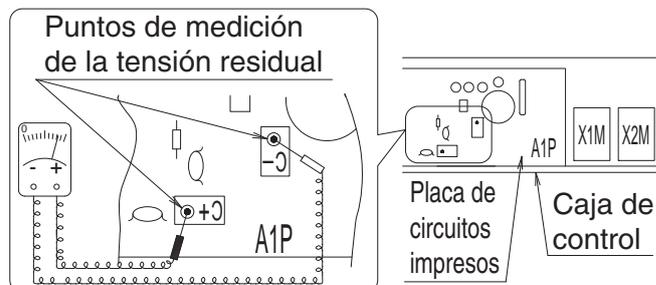

Fig. 1
- Tras abrir la tapa de la caja de control, mida la tensión residual entre los puntos mostrados en la **Fig. 1** en la placa de circuitos impresos mediante un verificador, evitando tocar la parte viva, y confirme que la tensión residual es de 50 V CC o inferior.